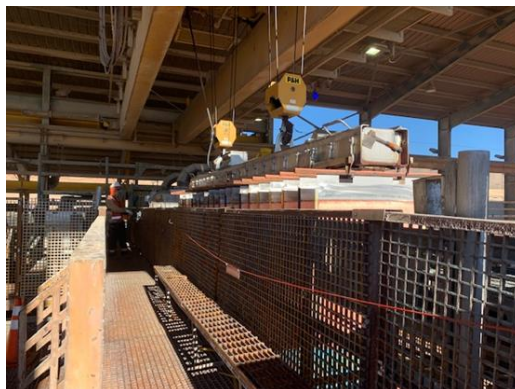

Figura 8: Operador posicionado en nivel superior de MDC, fuera el alcance de la araña (línea de fuego) por desplazamiento imprevisto del puente.
6.6.23. El operador al momento de posicionar lingada en cadena de carga o retiro en cadena de descarga debe maniobrar el puente grúa siempre a una distancia razonable de la vertical de la carga, evitando el riesgo por desprendimiento o caída de carga suspendida, posicionarse al costado del cierre perimetral en diagonal donde no existe la posibilidad de exposición en línea de fuego con el puente grúa si este llegase a desplazarse por alguna fallar. (Figura 8).